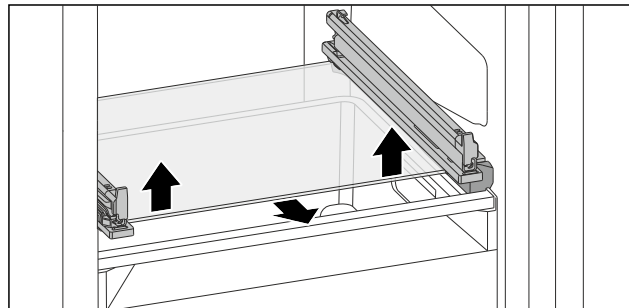

Fig. 199 Atvāzamās atvilktnes stikla plaukts
- Spiediet stikla plauktu abās pusēs no apakšas uz augšu. (skat. Fig. 199)